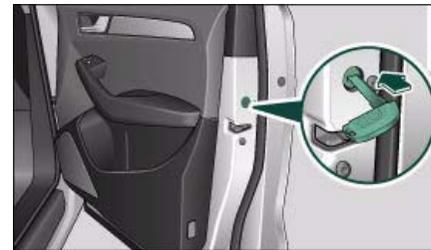

Fig. 28 Puerta: Bloqueo de emergencia
- Extraiga la caperuza del orificio ⇒ fig. 28.